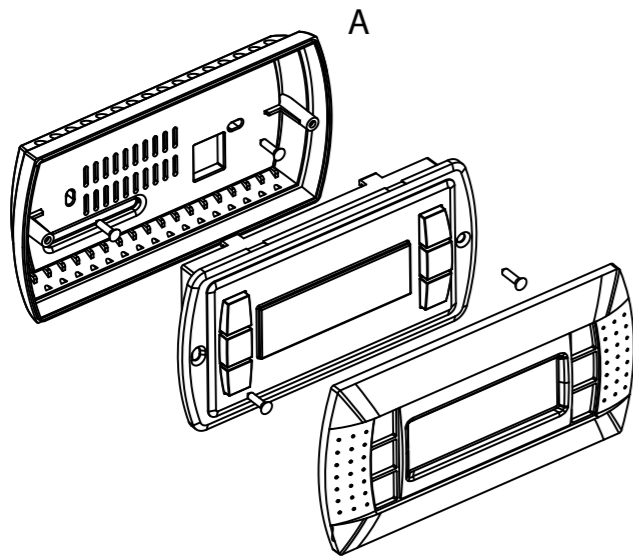

Fig. 1
- Il montaggio a parete del terminale prevede l'iniziale fissaggio del retrocontenitore A (Fig. 1), per mezzo di una scatola standard a 3 moduli per interruttori.
- The wall-mounting of the terminal first requires the back piece of the container A (Fig. 1) to be fitted, using a standard three-module switch box.